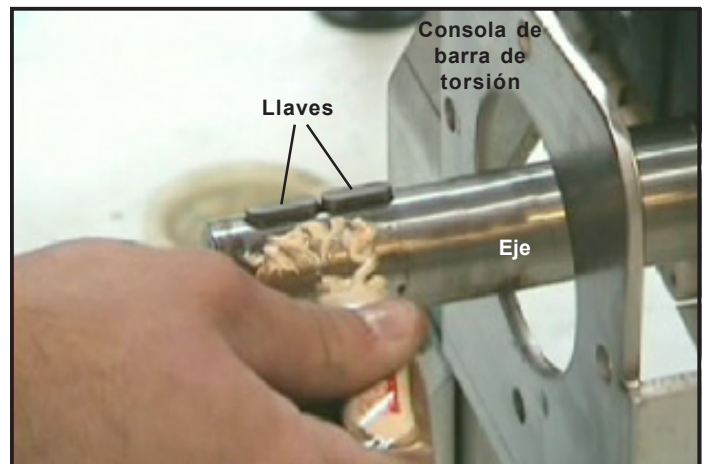

Figura 35: Aplique compuesto antiengrane
- Aplique la cantidad necesaria de antiengrane al exterior del eje motor (*Figura 35*).
- Verifique que la llave se encuentre colocada correctamente en el eje motor (*Figura 35*).